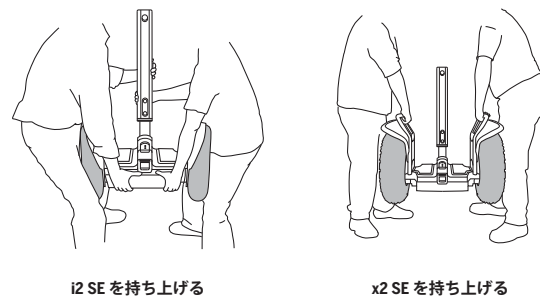

図 61. Segway PT を持ち上げる
3. Segway PT を、腰ではなく、足を使って持ち上げます (図 61 を参照してください)。